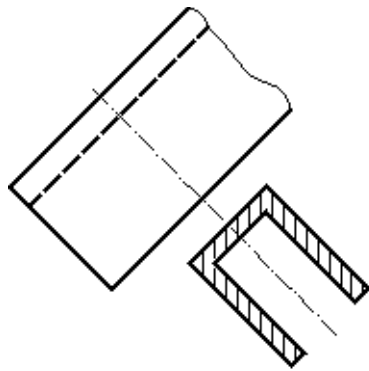
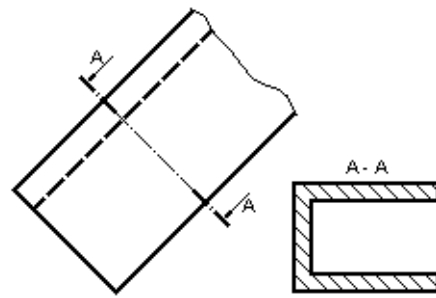

FIGURA 3
FIGURA 4
2) **Semicorte o corte al cuarto** (figura 3). Se utilizan en piezas que tienen un eje de simetría, representándose media pieza en sección y la otra mitad en vista exterior. En este tipo de corte nose representarán aristas ocultas, con objeto de que la representación sea más clara. En ocasiones coincide una arista con el eje de simetría, en dicho caso prevalecerá la arista. En este tipo de corte, siempre que sea posible, se acotarán los elementos exteriores de la pieza a un lado, y los interiores al otro.
3) **Corte parcial o mordedura** (figura 4). En ocasiones solo necesitamos poder representar pequeños detalles interiores de una pieza, en estos casos no será necesario un corte total o al cuarto, y será suficiente con este tipo de corte. El corte parcial se delimitará mediante una línea fina y ligeramente sinuosa.
2) **Secciones abatidas con desplazamiento.** Se representarán delimitadas por una línea gruesa. La sección desplazada puede colocarse en la posición de proyección normal, cerca de la pieza y unida a esta mediante una línea fina de trazo y punto (figura 3), o bien desplazada a una posición cualquiera, en este caso se indicará el plano de corte y el nombre de la sección (figura 4).